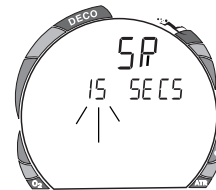

Fig. 45 - Einstellung Abtastrate
- Die Anzeigen **SR** und **SECS** erscheinen, der Zeitwert für das Speicherintervall blinkt (Abb. 45).